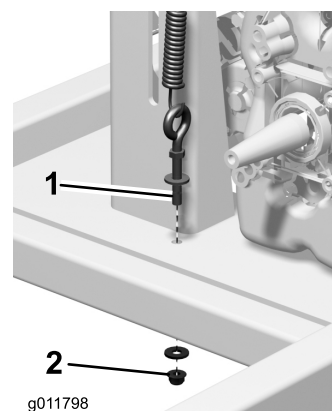

Figure 56
- A. Desserrez l'écrou inférieur sur le boulon à œil et vissez-le jusqu'au bout du boulon (Figure 56).